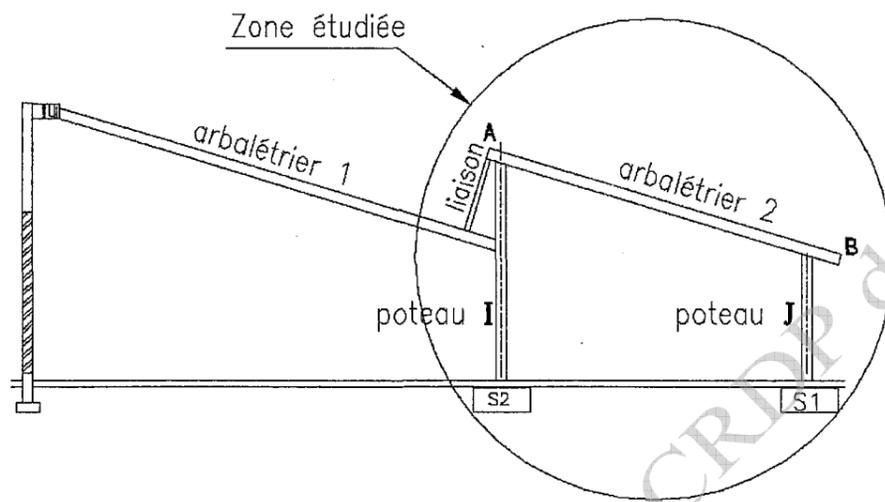

Fig 1
**Rappel** : sous l'effet des charges, un arbalétrier provoque des poussées horizontales au niveau des appuis d'où des réactions **RI** et **RJ** voir fig 1.